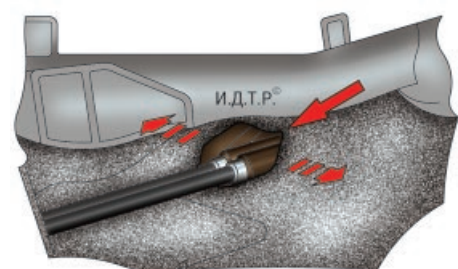

Рис. 6.4. Разрезание шумоизоляционной обивки тоннеля пола для получения доступа к креплению уплотнителя тросов управления коробкой передач
14. Для получения доступа к креплению уплотнителя тросов (он прикреплен к основанию кузова изнутри салона) надрежьте шумоизоляционную обивку тоннеля пола (рис. 6.4) и разведите ее края в стороны.